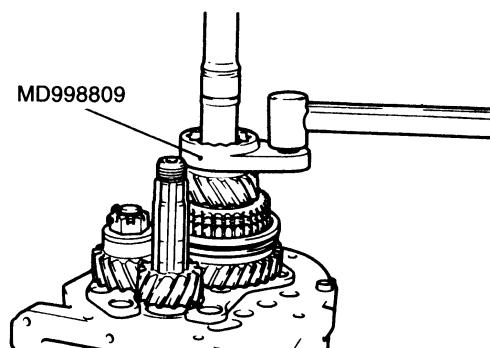
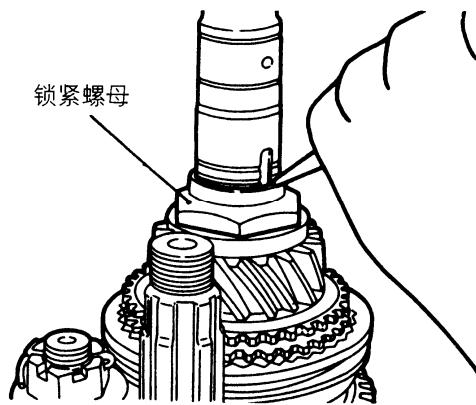

图 3-72 安装主轴锁紧螺母
图 3-73 锁住锁紧螺母
(18) 安装主轴锁紧螺母时, 如图 3-72 所示, 使用专用工具安装把主轴锁紧螺母拧到规定的扭矩, 按照图 3-73 所示的位置把锁紧螺母锁住。应确保 OD 齿轮转动灵活平稳。